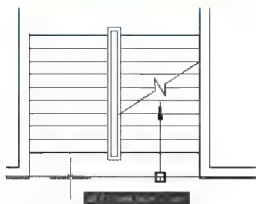
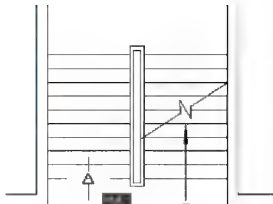
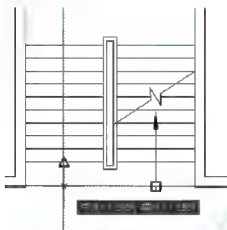

图 2.127 向左拖出水平虚线
图 2.128 光标放在左侧梯段踏步线中点
图 2.129 向下拖出垂直虚线
(1) 打开【正交】、【对象捕捉】、【对象追踪】功能。单击【绘图】工具栏中的【多段线】图标或在命令行输入 “PL” 并按 Enter 键, 启动绘制多段线命令。
(2) 在当前线宽为 0.0000, 指定起点或 [圆弧 (A)/ 半宽 (H)/ 长度 (L)/ 放弃 (U)/ 宽度 (W)]: 提示下, 将光标放在如图 2.127 所示的上行箭头杆的端点处, 此时不单击, 然后将光标轻轻地向左拖动, 拖出一条水平虚线。将光标放在如图 2.128 所示的左侧梯段踏步线中点, 此时出现中点捕捉, 同样不单击, 并把光标轻轻地垂直向下拖动, 拖出一条垂直虚线, 如图 2.129 所示。然后将光标放在水平和垂直虚线相交处并单击, 确定下行箭头杆的起点位置。